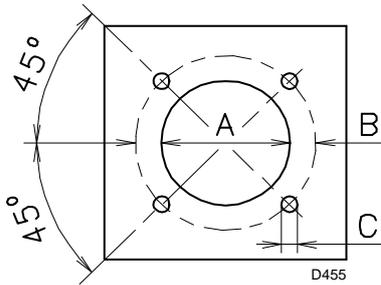

图 11
按图 11 所示, 在炉膛锁板上钻孔。可以用随燃烧器附带的隔热垫定位螺纹孔的位置。
- ▶ 将燃烧器整体放置于已操作完成的锅炉安装孔上, 见图 11, 拧紧随附的螺丝。